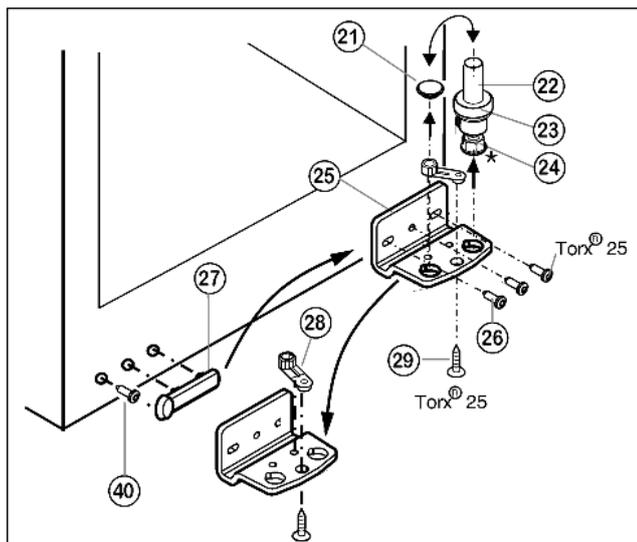

Fig. 5
- ▶ Извлеките опорный винт Fig. 5 (22) в комплекте с шайбой Fig. 5 (23) и регулируемой опорой\* Fig. 5 (24), вытягивая его вверх.
- ▶ Снимите пробку Fig. 5 (21).
- ▶ Открутите Fig. 5 (26) опорный кронштейн Fig. 5 (25).
- ▶ Открутите Fig. 5 (29) опорную деталь Fig. 5 (28) и, переставив в отверстие на противоположной стороне опорного кронштейна, снова прикрутите.
- ▶ Осторожно снимите и переставьте на противоположную сторону крышку со стороны ручки Fig. 5 (27) и винт Fig. 5 (40).
- ▶ Снова прикрутите опорный кронштейн Fig. 5 (25) на новой стороне шарнира (**с моментом 4 Нм**). При необходимости используйте аккумуляторный шурупверт.
- ▶ Переставьте пробку Fig. 5 (21) в свободное отверстие.
- ▶ Вновь установите опорный винт Fig. 5 (22) в комплекте с шайбой и регулируемой опорой\*. При этом фиксатор должен быть направлен назад.
- ▶ Установите дверцу сверху на нижний опорный палец Fig. 5 (22).
- ▶ При необходимости выровняйте дверцы через два продольных паза в нижнем опорном кронштейне Fig. 5 (25) параллельно корпусу устройства. Для этого выкрутите средний винт.